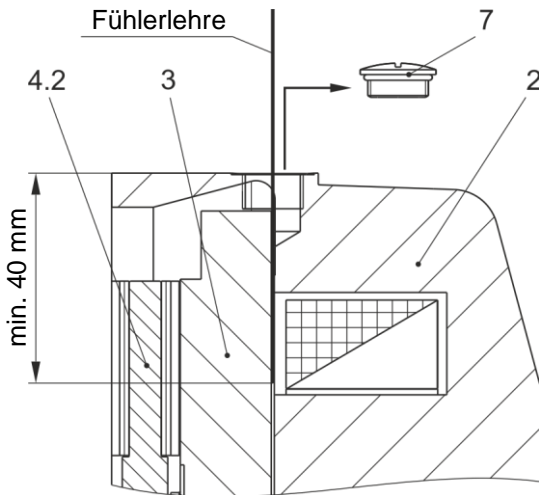

Bild 7
Der Luftspalt kann, nach Entfernen von Verschlussschraube (7), mittels Fühlerlehre geprüft werden. Diese muss mindestens 40 mm tief (siehe Bild 7) eingebracht werden, damit der Abstand zwischen Ankerscheibe (3) und Spulenträger (2) gemessen werden kann.